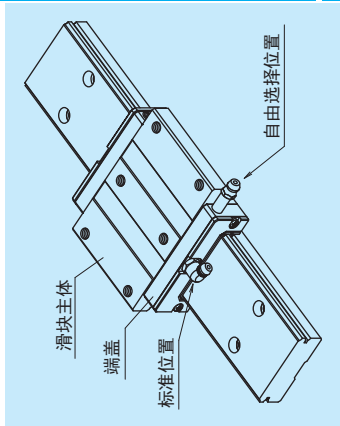

图 8
- 润滑脂注入嘴标准型号的位置是安装在滑块的端面，LW27、LW35、LW50 作为选配件也可安装在端盖的侧面 (图 8)，将润滑脂注入嘴和专用配管接头安装到滑块主体上面或侧面时，请与 NSK 咨询。